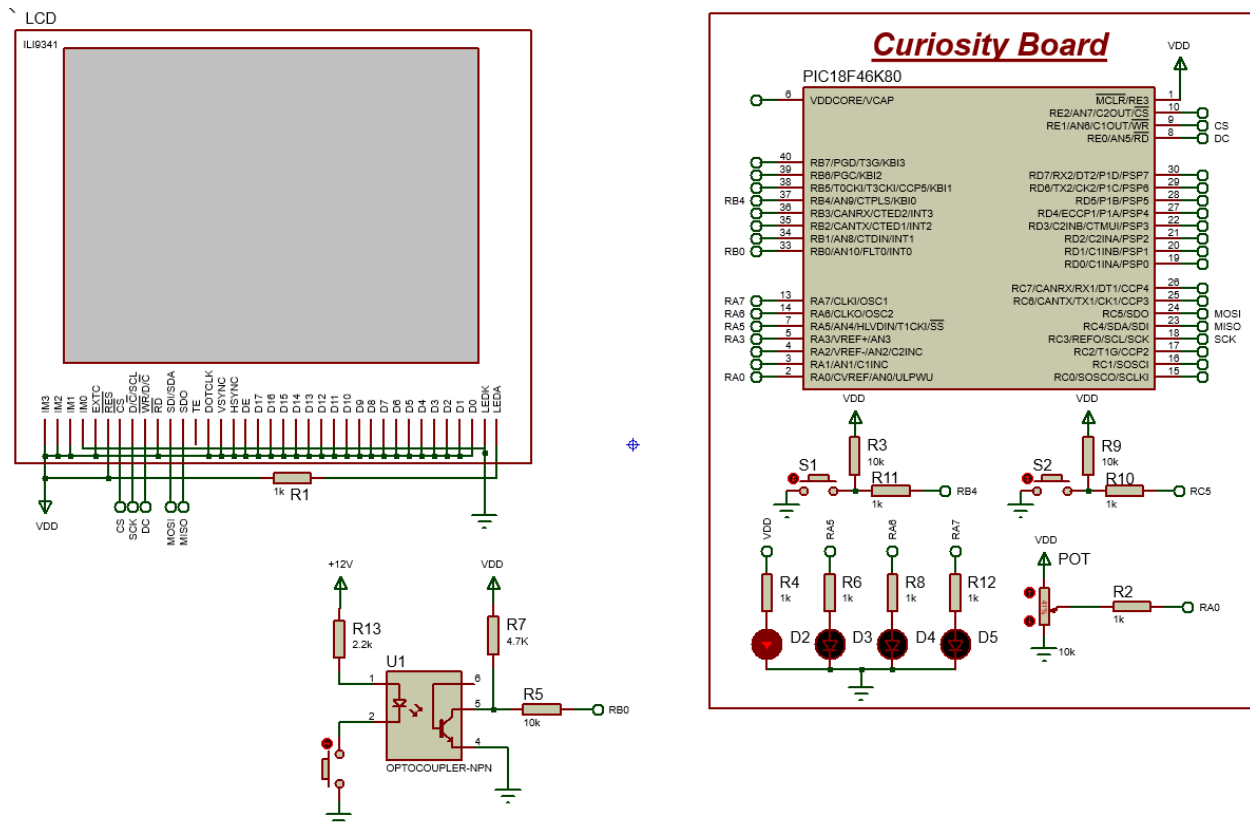

Figura 1 – Circuito base.
1. Descarregue o circuito (disponível no Moodle) apresentado na Figura 1, com o microcontrolador PIC18F46K80 da Microchip® e o LCD (ILI9341), em *software* Proteus®. Utilize uma tensão de alimentação de +3.3V para o circuito de controlo e +12V para o circuito auxiliar.